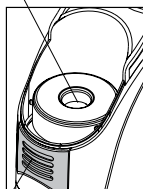

Рисунок 3-1
- Переконайтеся в тому, що вхідний і вихідний фільтри знаходяться у відповідних місцях (див. рис. 3-1). Для проведення заміни фільтрів див. рис. 8-1 і 8-2 розділу ЗБЕРІГАННЯ ПРИЛАДУ Й ДОГЛЯД ЗА НИМ.